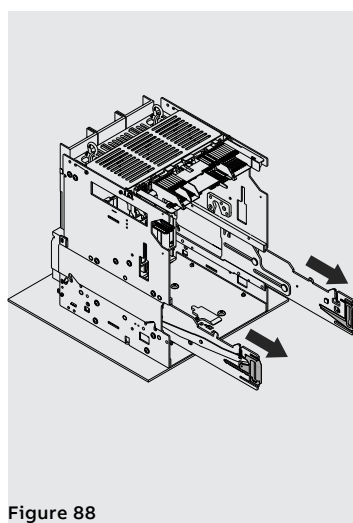

Figure 88
3. Sortir les glissières de la partie fixe en saisissant les leviers prévus. Voir Figure 88.